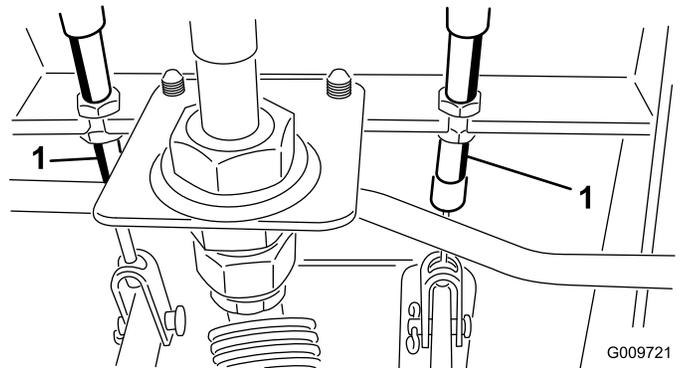

Figure 80
- Desserrez l'écrou avant sur l'extrémité fileté du câble de frein (Figure 80).